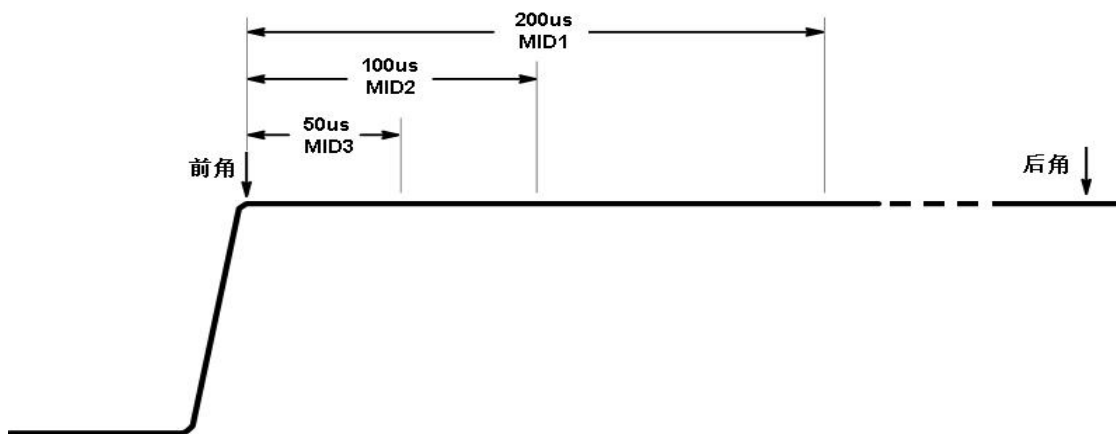

图 2：补偿区域示意图
5. 调整 **LF COMP**，使脉冲的前角和后角平齐。参考图 2 示意图。